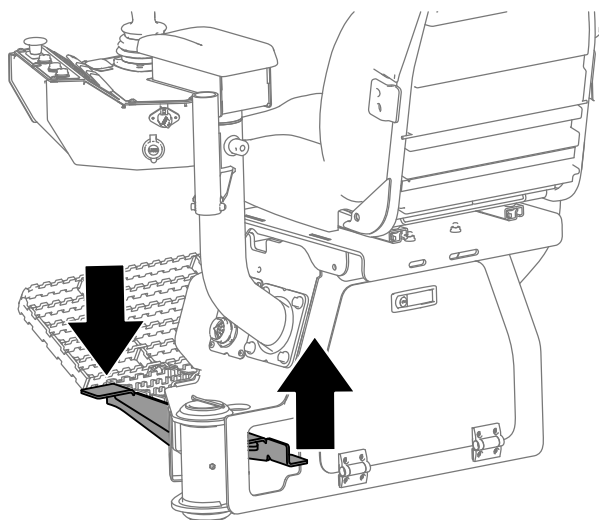

Рисунок 58
5. Нажмите вниз на защелку фиксации платформы оператора и отведите платформу в сторону в нужное положение, убедившись в ее фиксации на месте (Рисунок 58).